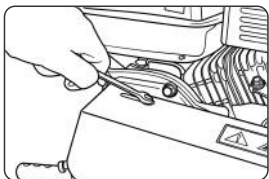

Рис. 15
- Установите и закрепите при помощи болтов М6Ø12 защитный кожух ремней (рис. 15).